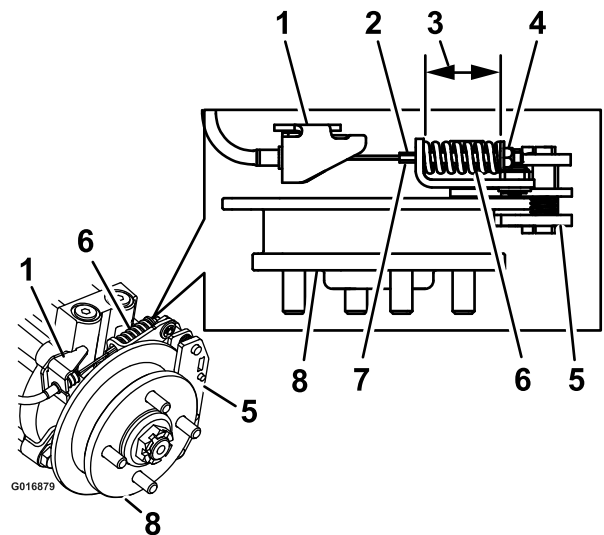

Figura 80
9. Sujete el extremo de la varilla roscada con una herramienta y ajuste la contratuerca hasta que el muelle mida de 1-1/2 a 1-9/16 pulgada (3.8 a 4.0 cm) (Figura 80). No deje que el cable gire mientras se aflojan las tuercas.